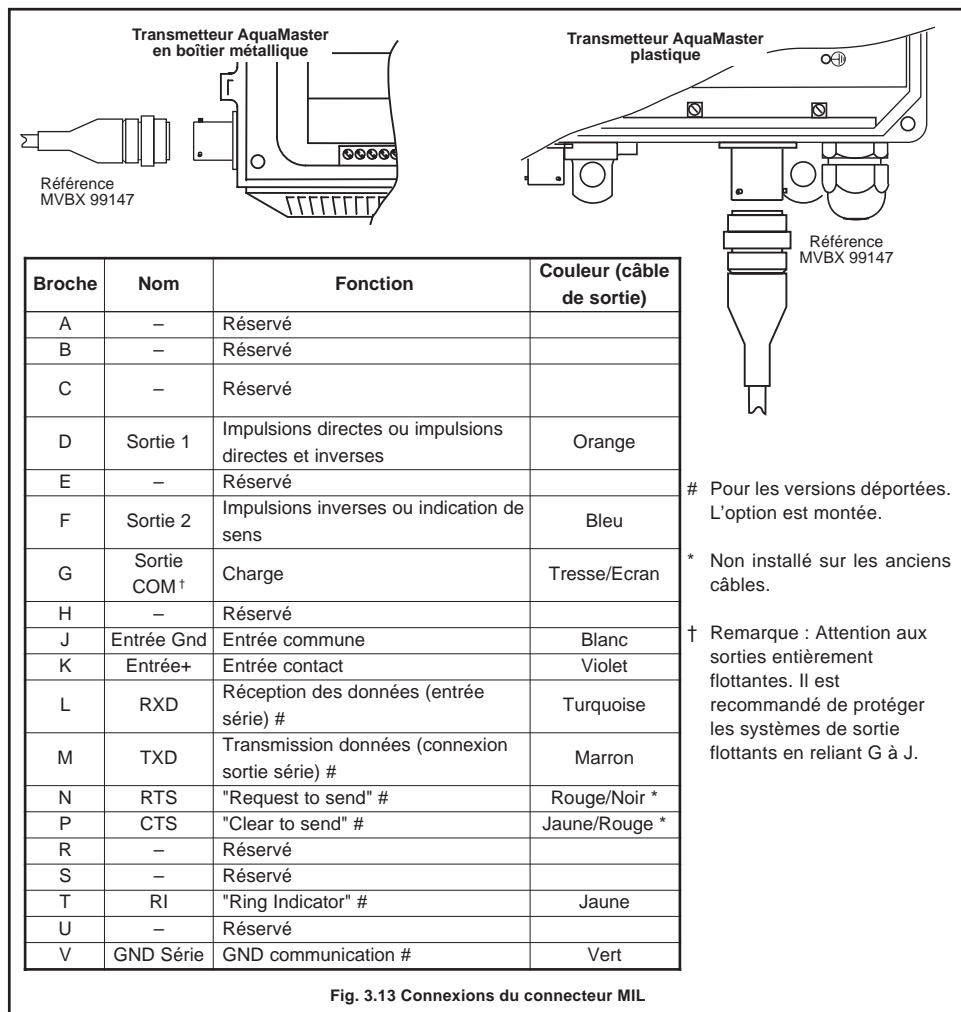

Fig. 3.13 Connexions du connecteur MIL
3.3.3 Connexions Entrée/sortie du connecteur MIL (option) – Fig. 3.13